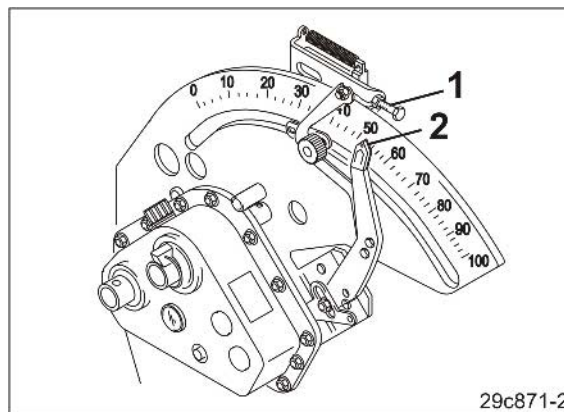

図 145
3. 微調整ねじ (図 145/1) により、ギアレバーの針 (図 145/2) を、播種量が増加する希望のギア位置にします。
微調整ねじ (図 145/1) を回して外す:
微調整ねじ (図 145/1) を回してねじ込む: